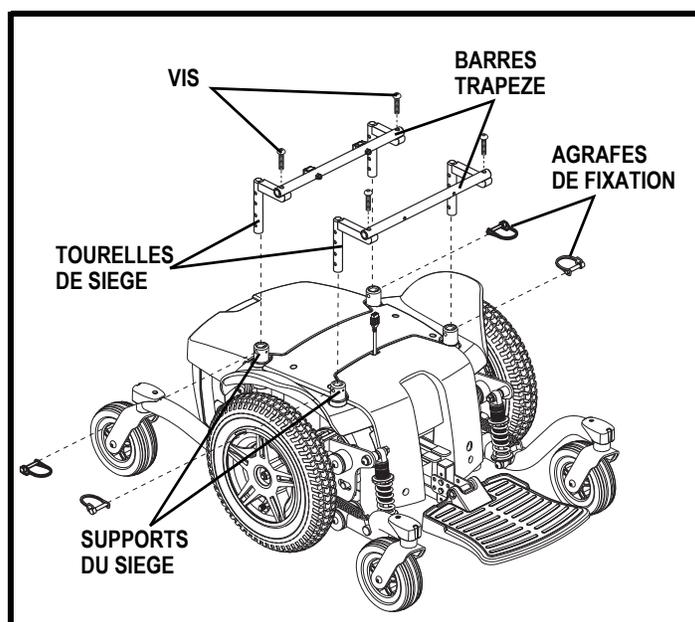

Figure 14. Réglage du siège – Barres trapèze
6. Desserrez les vis de fixation sur les tourelles de siège. **Voir la figure 14.**
7. Desserrez les vis qui retiennent la barre trapèze aux tourelles de siège. **Voir la figure 14.**
8. Retirez les agrafes de fixation des tourelles sur la base motorisée. **Voir la figure 14.**
13. Resserrez les vis de réglage sur chaque tourelle de siège. **Voir la figure 14.**